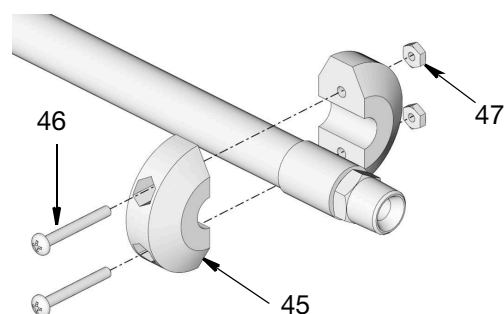

FIG. 18
- Retirer la vanne de distribution, les écrous (47), les vis (46) et la butée à billes (45) de l'extrémité du flexible (FIG. 18).
4. Retirer la vanne de distribution, les écrous (47), les vis (46) et la butée à billes (45) de l'extrémité du flexible (FIG. 18). Mettre (au besoin) un bouchon sur l'extrémité du flexible pour ne pas répandre de fluide.